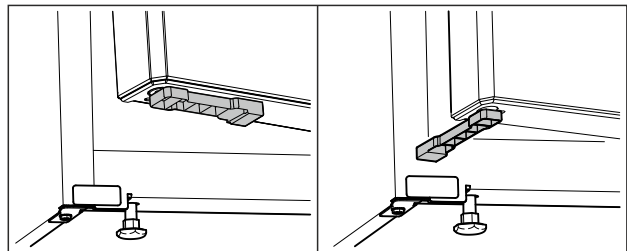

Fig. 73 *
- ▶ Obrócić ograniczniki otwierania drzwi o 90°. (patrz Fig. 73) *